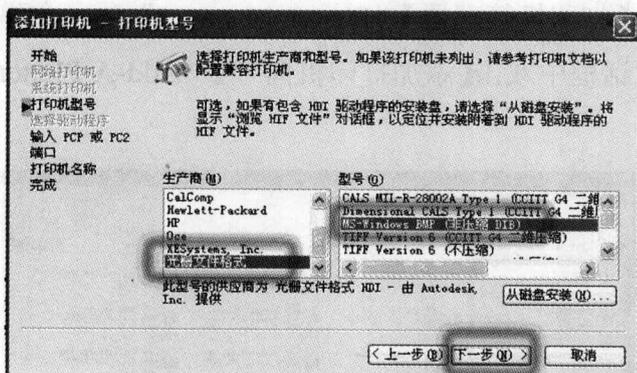

图 2-25
(5) 执行完上面的一系列操作后，会弹出如图 2-25 所示的【添加打印机-打印机型号】“Add Plotter-Printer Model”设置面板。在【生产商】“Manufacturers”项中选择【光栅文件格式】“Raster File Formats”选项，在【模式】“Models”项中选择“Ms-Windows BMP (Uncompressed DIB)”选项，将输出的位图格式定义为“BMP”，然后单击“下一步”按钮。